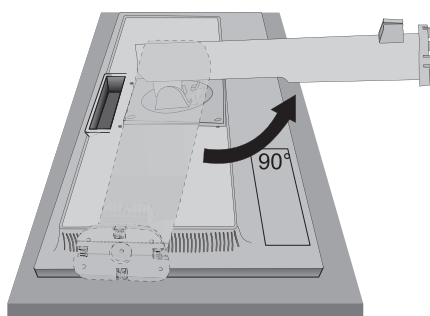

Abbildung 1
1. Legen Sie den Monitor mit der Vorderseite nach unten auf eine weiche Oberfläche (**Abbildung 1**).
2. Drehen Sie den Fuß bitte um 90 Grad, wie in **Abbildung 1** dargestellt.